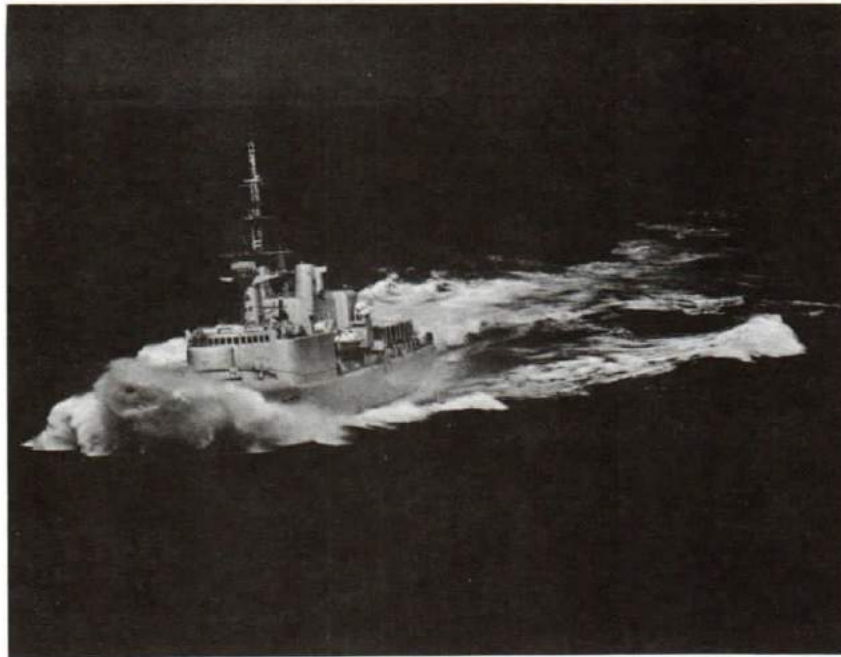

Figure 3-1
1. Young men with a taste for adventure have been running away to sea since ships were first built. Being land animals, their curiosity has been stirred by the sea—it has fascinated them. The sea may be as calm as a mill pond or so rough that its fury and power are indescribable, and must be experienced to be believed. The sea is unpredictable and deserves your every respect. See Figure 3-1.
1. Depuis que l'on construit des navires, de jeunes hommes assoiffés d'aventure ont eu envie de prendre la mer. La curiosité de l'homme, animal terrestre, a été stimulée par la mer. La mer le passionnait, cette mer qui peut être aussi calme qu'un étang de campagne ou d'une violence telle que les marins expérimentés seuls connaissent. La mer, c'est l'imprévu qui inspire le respect (voir la figure 3-1).